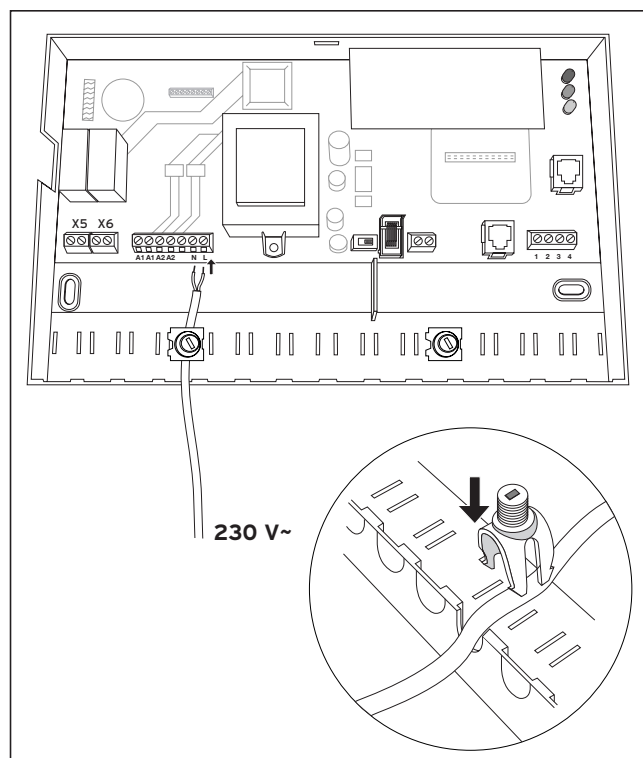

Рис. 4.6 Подключение к электрической сети
- Подключите сетевые провода согласно рис. 4.6 (клеммы L, N).